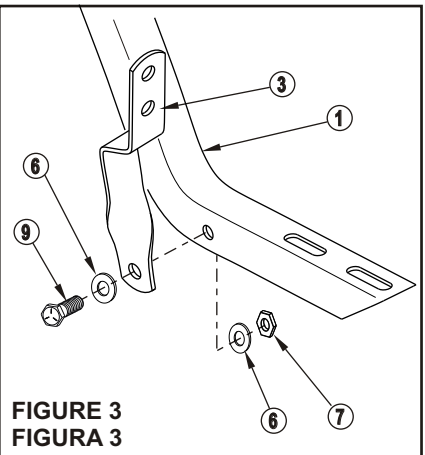

FIGURE 3 FIGURA 3
**STEP 3.** Attach twist brackets to mount brackets as shown. Hand tighten (See Figure 3).
**ETAPE 3.** Fixez les supports de torsion aux points de fixation tel qu'illustré. Serrez à main (Voir Figure 3).